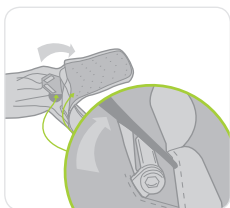

Figura 9
- Abra o zíper do painel posterior da mochila e verifique se o conector do cinturão apresenta sinais de dano, distorção, corrosão ou rachadura. Verifique se o parafuso de fixação está devidamente preso (consulte a Figura 9). Se houver algum dano evidente, não use. Remova o Latchways PRD de serviço e consulte a Latchways.